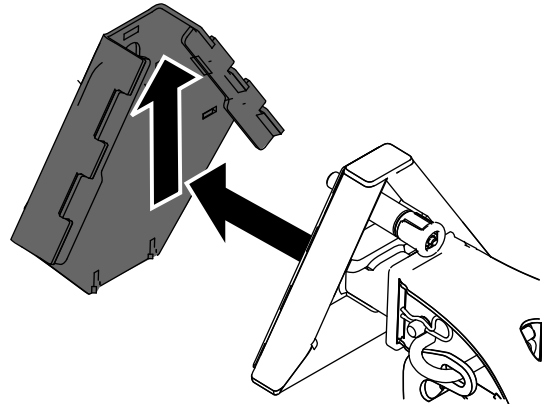

Figura 8
5. Mueva lentamente la máquina hasta la barredora para que el triángulo de conexión rápida de la máquina entre en el triángulo de conexión rápida de la barredora y presione el pasador de fijación (Figura 8).